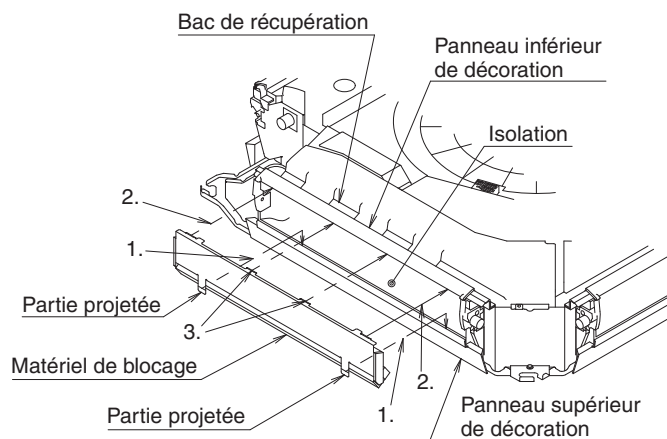

Fig. 12
**(2) Fixez le matériel de blocage à la sortie d'air.**
**(Reportez-vous à la Fig. 12 et Fig. 13)**